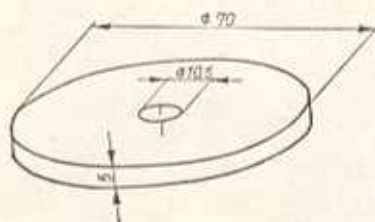
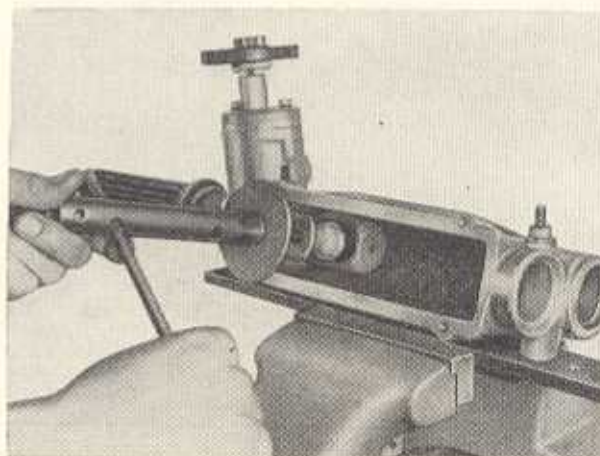

Bild F 18. Abziehplatte (Maßskizze)
Bild F 19
7. Gummischutzkappe der Zahnstange nach dem Lösen des Schlauchbandes abziehen. Durch Drehen am Ritzellansch Zahnstange bis zum Anschlag nach links (bei Rechtslenkerfahrzeugen nach rechts) herausdrehen. Mit der Schraube M 10×50 , die aus der Schubstange herausgeschraubt wurde, und der Abziehplatte (Bild F 18) Mitnehmer aus dem Zahnstangenkopf herausziehen. Gummipuffer vom Mitnehmer abziehen oder aus dem Zahnstangenkopf herausziehen (Bild F 19).